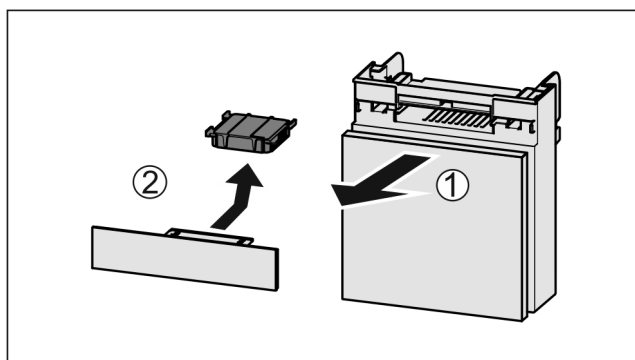

Fig. 168
- Vytiahnite zásuvku smerom dopredu Fig. 168 (1).
- Vyberte aktívny uhlíkový filter Fig. 168 (2).